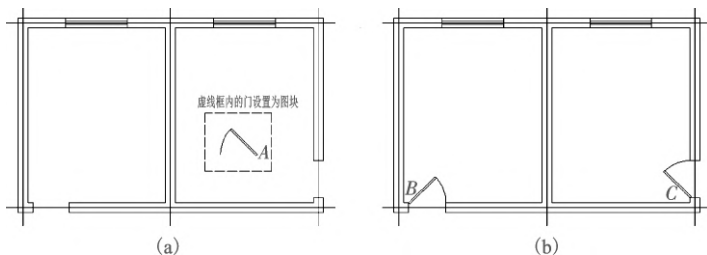

图 1-64 块操作实例
【实例 1-27】 (1)将图 1-64(a)图中的门定义为图块，图块名称为 door。将图块 door 插入到图形中指定的位置，完成后的图形如图 1-64(b)所示。(2)将图块 door 以文件形式保存在“d:\建筑构件”文件夹下，文件名为“平开门”。
- ①打开已绘制好的图 1-64(a)，将门定义为块，选择 A 点(矩形右上角点)为基点。
- ②按 $x=-1$ 的比例插入左侧的门，插入点为门洞的左上角点 B。
- ③按 $x=-1$ 的比例， 90° 的旋转角度插入右侧的门，插入点为门洞的左下角点 C。
- ④将图块 door 存盘。
①打开已绘制好的图 1-64(a)，执行【创建块/B】命令，在弹出的“块定义”对话框(图 1-61)名称栏中填 door；单击【选择对象】左边的按钮，选择门为块图形；单击【拾取点】左边的按钮，选择 A 点(矩形右上角点)为基点，单击【确定】完成门块定义。